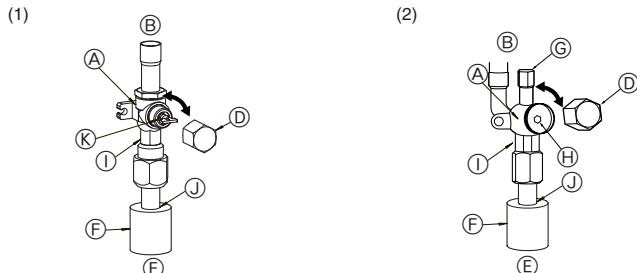

Fig. 4-5
- (1) Gasseite von P71-140 (Fig. 4-5)
- ① Die Kappe entfernen, den Handgriff nach vorne ziehen, und zum Öffnen um 1/4 Umdrehung gegen den Uhrzeigersinn drehen.
- ② Sicherstellen, dass das Absperrventil vollständig offen ist, den Handgriff eindrücken, und die Kappe zurück in die Ausgangsstellung drehen.